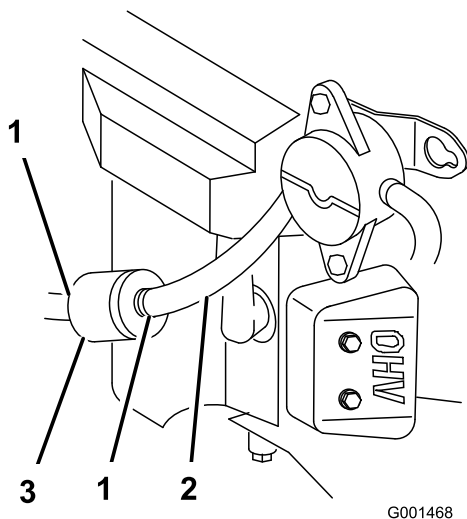

Figura 53
2. Limpie alrededor del tapón del depósito de combustible para evitar que entre suciedad en el depósito (Figura 53).
4. Apriete los extremos de las abrazaderas y deslícelas por el tubo alejándolas del filtro (Figura 53).